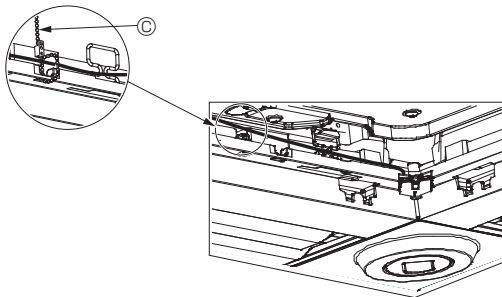

Fig. 10-12
- Зафиксируйте провода датчика i-See и приемника сигнала на панели с помощью зажима, как показано на схеме, чтобы провода не провисали, после чего отрежьте лишнюю часть зажима. (Fig. 10-12)
- Если положение датчика i-See было изменено с "o" (E) на положение "□" (F), измените настройки функции. (См. стр. 234.)